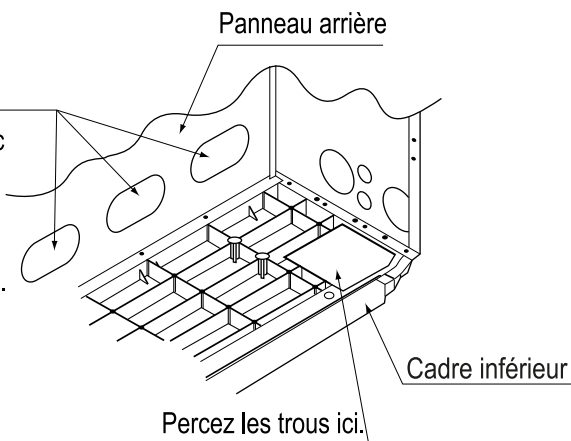

Fig. 14
1. Ouvrez les trous à défoncer du panneau arrière. **(reportez-vous à la fig. 14)**
1. Découpez des trous dans la zone indiquée du cadre inférieur. **(reportez-vous à la fig. 14)**